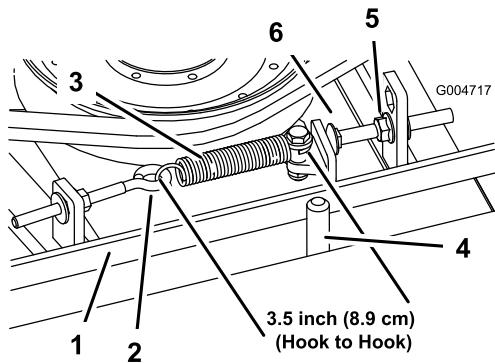

Bild 64
Wenn der Treibriemen richtig gespannt ist, sollte die Messung an der Verlängerungsfeder (Haken zu Haken) innen ungefähr $3,50 \pm 0,25$ Zoll betragen. Wenn die Federspannung richtig ist, stellen Sie die Anschlagschraube (Schlossschraube) ein, bis der Abstand zwischen dem Schraubenkopf und dem Spannarm ungefähr $0,125 +0,060/-0,000$ Zoll beträgt (Bild 64).
Hinweis: Achten Sie darauf, dass der Riemen auf der Federseite der Riemenführung positioniert ist (Bild 64).
8. Setzen Sie die Verlängerungsfeder (Bild 64) wieder in den Augenbolzen ein und spannen Sie den Riemen wie folgt:
2. Lösen Sie den Augenbolzen, um die Verlängerungsfeder abzunehmen (Bild 64).
3. Lösen Sie die Bundmutter, mit der die Anschlagschraube an der Befestigungslasche befestigt ist. Schieben Sie die Mutter so weit zurück, dass der Spannarm an der Anschlagschraube vorbeigeführt werden kann (Bild 64). Bewegen Sie